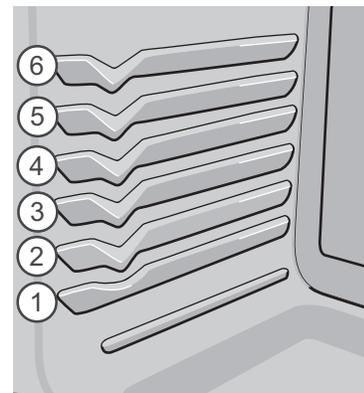

Figura 27: Posiciones de las rejillas del horno
- Coloque la bandeja en el horno en la posición de parrilla 3 (Figura 27) y cierre la puerta del horno. Accela-Heat está diseñado para hornear en una sola parrilla del horno colocada en el centro del horno.